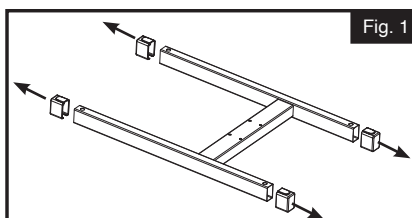

Fig. 1
1. Retire las cubiertas de ambos lados del marco base y póngalas a un lado. (Fig. 1)
Para ajustar la altura de la bandeja de herramientas, abra el accionador para desbloquear y soltar el tornillo de mano girando hacia la izquierda. Mantenga pulsado el botón de apertura y ajuste la altura de la bandeja de herramientas en caso necesario. Suelte el botón de apertura y ajuste la altura hasta que se escuche un clic y la bandeja de herramientas se quede fijada en su lugar. Ajuste el tornillo de mano girándolo en sentido horario para cerrar el accionador. (Fig. 1)